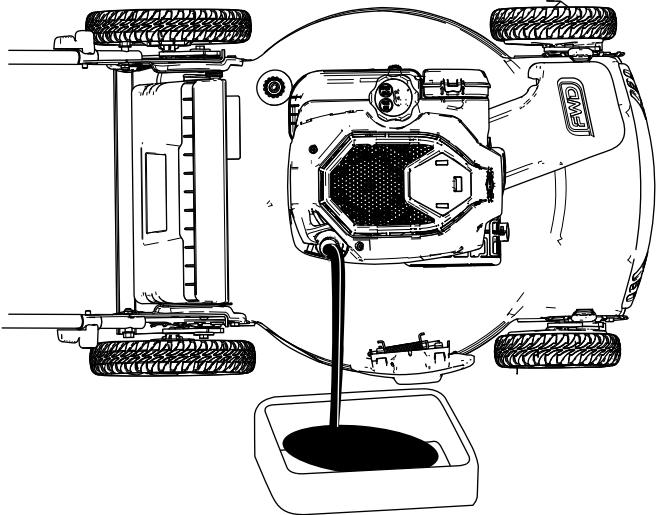

Figura 20
- Ponga la máquina de lado (de modo que el filtro de aire quede hacia arriba) para drenar el aceite usado a través del tubo de llenado de aceite (Figura 20).